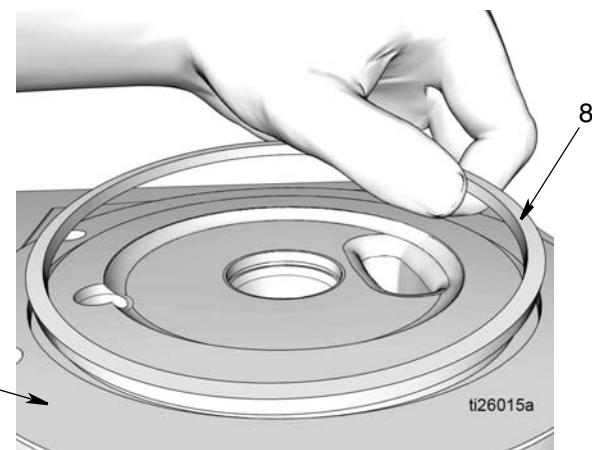

图 29
21. 从泵底座 (1) 上拆下方 O 形圈 (8) (图 29)。根据正确处置的所有相关规定，处置 O 形圈。